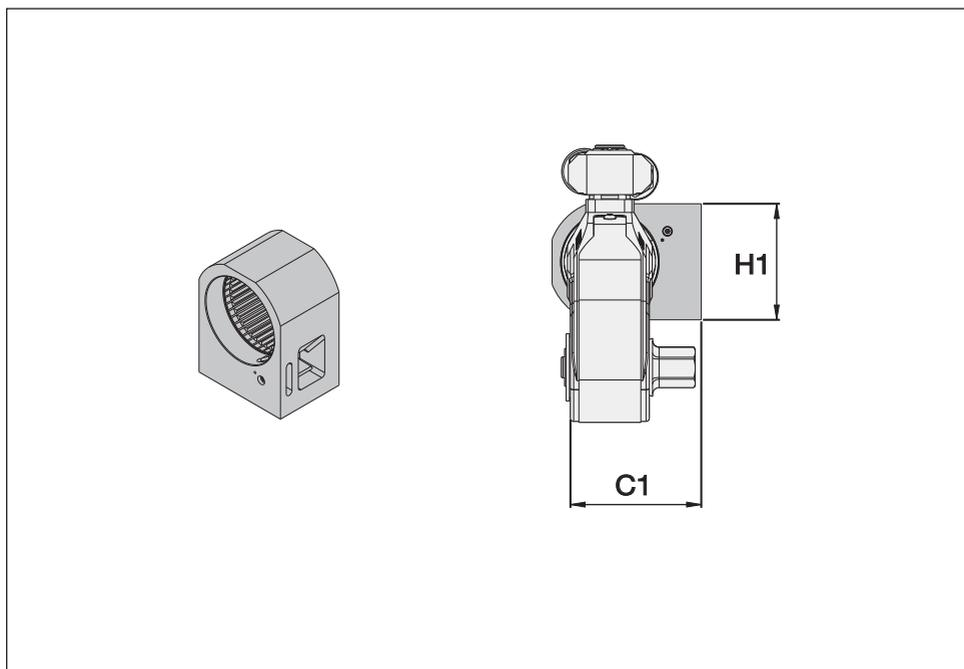

Fig. 30
6.4 Dimensões e especificações, Braço de Reação Curto, série SRA (fig. 30)